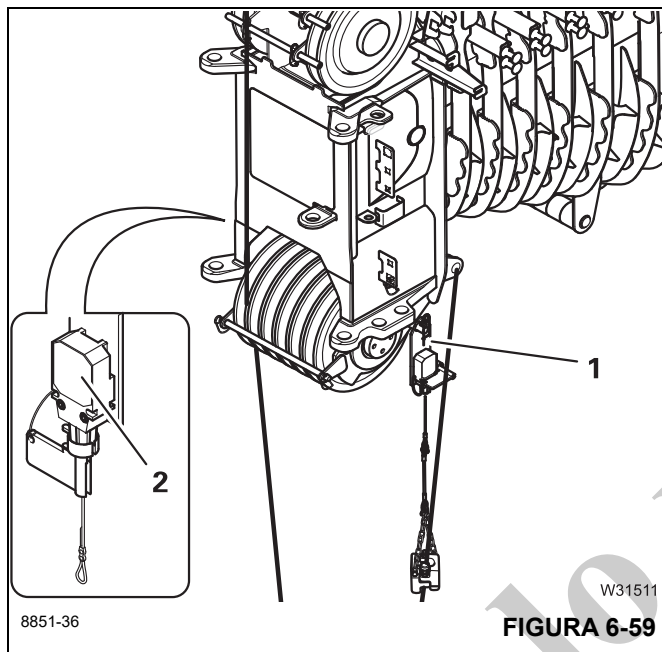

FIGURA 6-59
Si, por ejemplo, se ha conectado un peso del interruptor de prevención del contacto entre bloques a la izquierda del interruptor de prevención del contacto entre bloques (1), (Figura 6-59), debe bloquear el interruptor de prevención del contacto entre bloques derecho (2), (Figura 6-59). Consulte la sección *Bloqueo*, página 6-41.